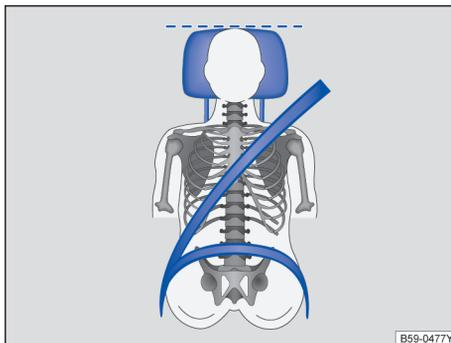

图 19 驾驶员头枕的正确位置
- 调节头枕，使头枕的上沿与您的头顶等高，不可低于眼睛，头部尽可能贴近头枕⇒图 19。